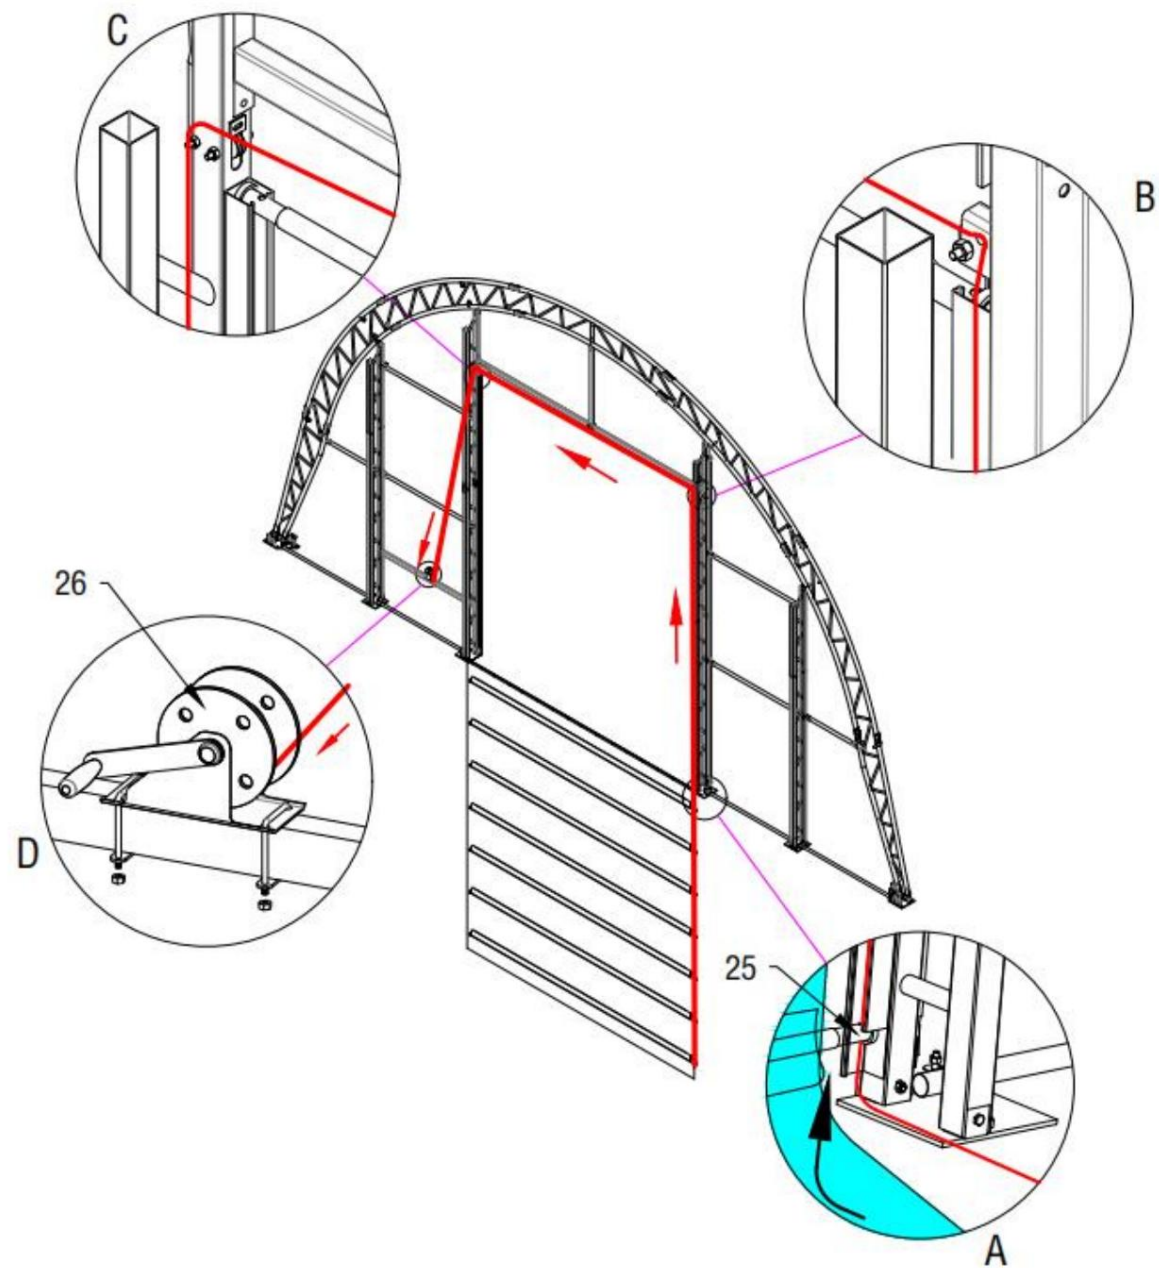

Figure 19
4. Lorsque vous fermez la porte, nous pouvons utiliser le fil d'acier de verrouillage pour la porte (n° 26) et le fil d'acier de verrouillage pour la poignée de la clé afin de la fixer. (Figure 19)